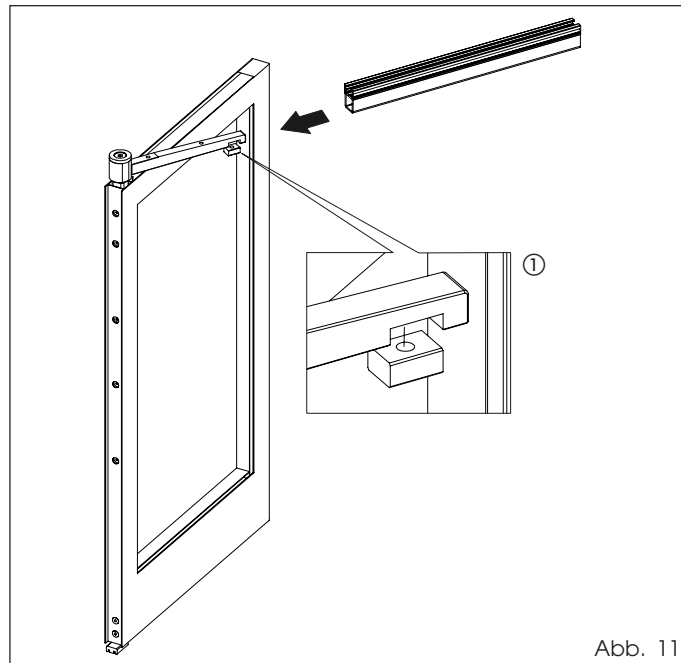

Abb. 11
Den Block unter dem oberen Bügel positionieren (Abb. 11 Bez. ①), die Stange laut Angaben in Abbildung 11 einsetzen und dabei darauf achten, dass die drei Bohrungen der Madenschrauben übereinstimmen.